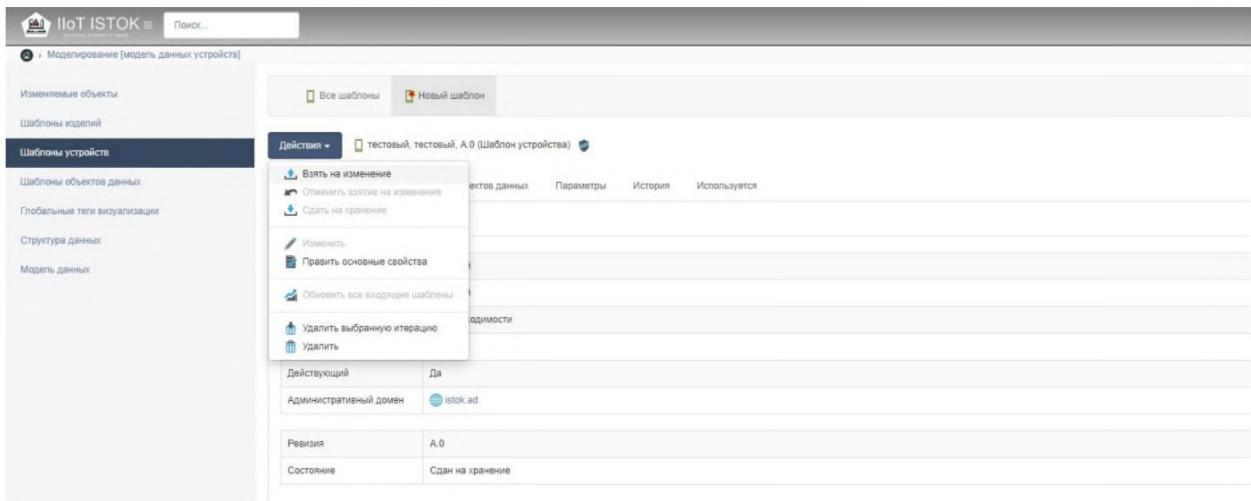

Рисунок 41 – Изменение шаблона устройства
- 5) Нажмите **Действия, Взять на изменение** (рис. 41).